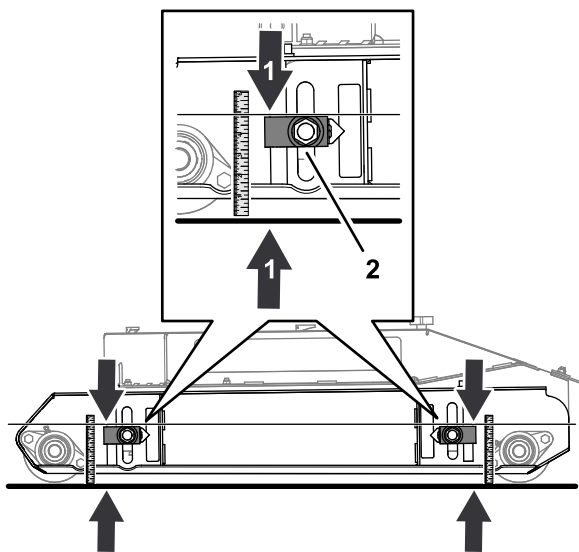

Figura 73
1. Desaperte a porca que prende o bloco ajustador da altura de corte (Figura 73).
2. Mova o ajustador da altura de corte para cima ou para baixo até medir 124 mm a partir do topo do bloco ajustador até ao solo (Figura 73).